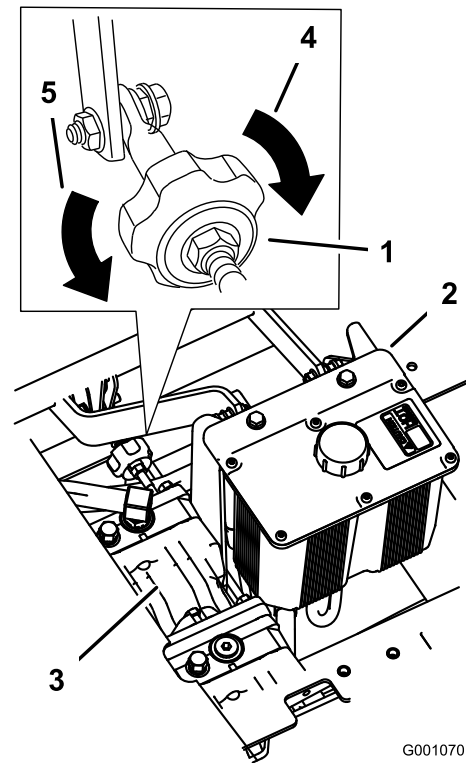

Figura 56
4. Per dirigere la macchina verso destra, girate la manopola verso il lato destro della macchina. Vedere Figura 56.
5. Per dirigere la macchina verso sinistra, girate la manopola verso il lato sinistro della macchina. Vedere Figura 56.